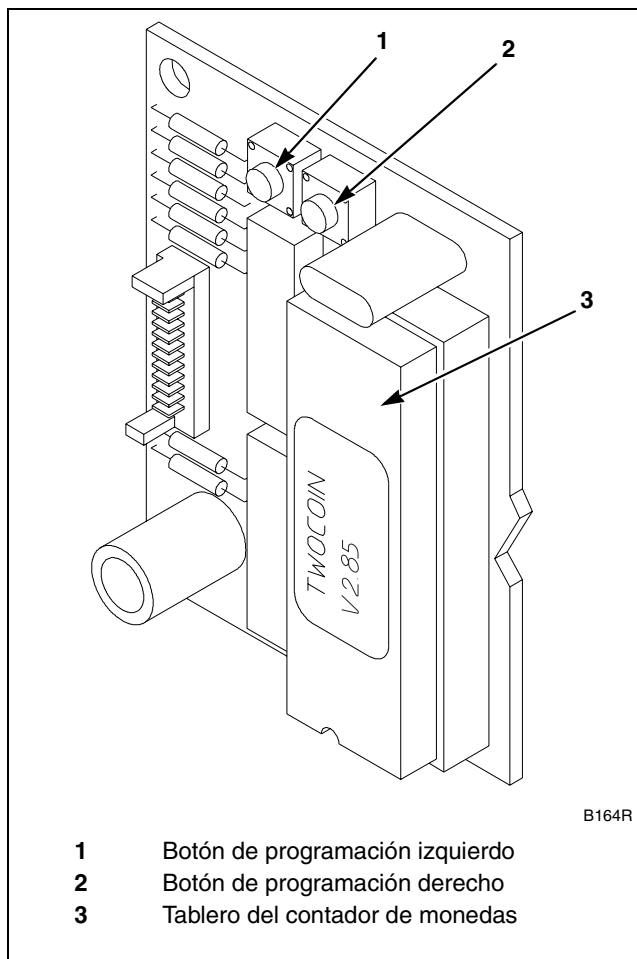

Figura 17
Verifique que la versión del software sea un aceptor de una sola moneda o un aceptor de dos monedas comprobando la etiqueta en el tablero del contador de monedas situado en el módulo de control, detrás de la superficie frontal del contador de monedas. Consulte la *Figura 17*. Para aceptores de una sola moneda, el código de identificación de la versión del software es “ONECOIN V2.62”; para aceptores de dos monedas, el código es “TWOCOIN V2.85”.
1. Localice los dos botones por encima y a la izquierda del microprocesador. Consulte la *Figura 17*.